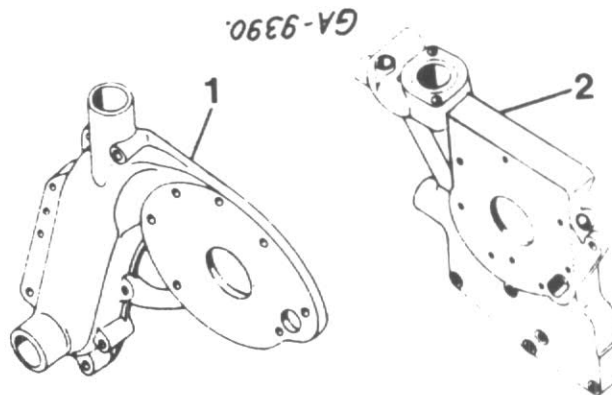
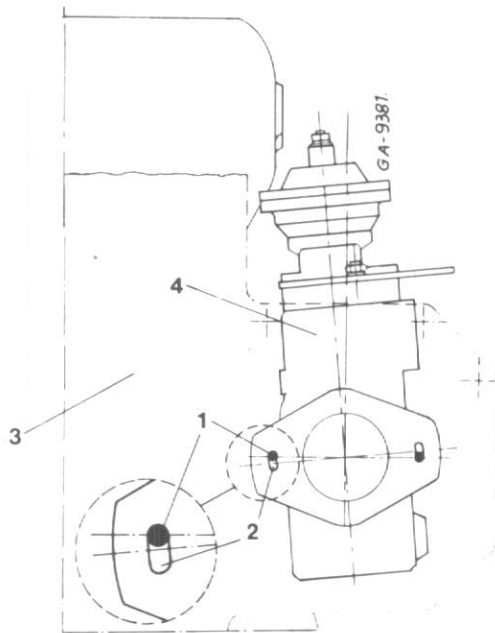

Figure 200
Figure 201
NOTE: L'alinéa 5A qui suit ne concerne pas les moteurs DT-402 comportant la conduite d'eau (1), fig. 200. Sur ces moteurs, placez la pompe comme le représente la fig. 201, alinéa 5B.
5B. Sur les moteurs DT-402 dotés de la conduite d'eau (1) fig. 200, basculez la pompe d'injection vers le moteur dans les limites du jeu des dégagements du flasque (2) fig. 201 avant serrage.
Position de la pompe d'injection VE sur le moteur DT-402 avec conduite d'eau (1) fig. 200